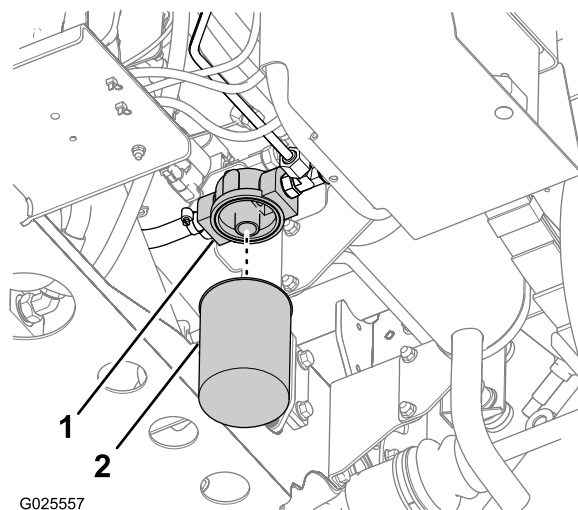

Figure 81
2. Nettoyez la zone autour de la surface de montage du filtre (Figure 81).
3. Placez un bac de vidange sous le filtre (Figure 81).
4. Dévissez et enlevez le filtre (Figure 81).
5. Nettoyez la surface d'appui du filtre sur l'adaptateur (Figure 81).
7. Vissez le filtre sur l'adaptateur jusqu'à ce que le joint rejoigne la surface d'appui de l'adaptateur (Figure 81), puis serrez encore le filtre d'un demi-tour (Figure 81).